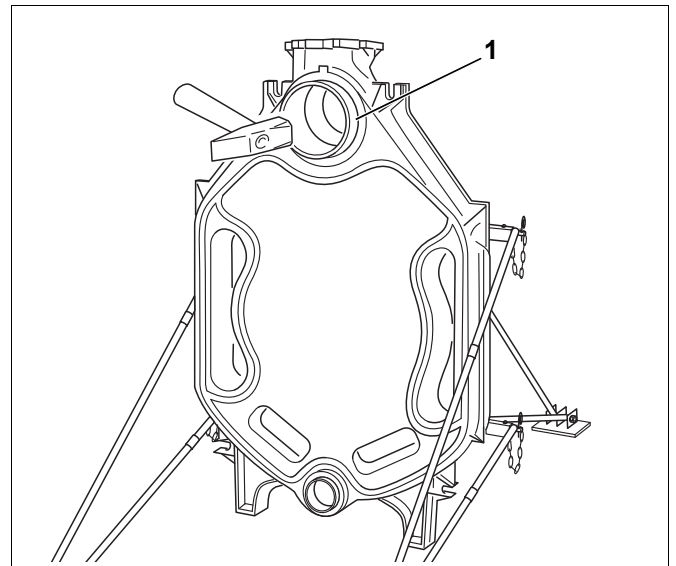

Рис. 14 Установка nipples
- ▶ Вставьте nipple в верхнюю (размер 4, 181/70) и нижнюю (размер 1, 82/50) ступицы задней секции и забейте их деревянным или резиновым молотком сильными ударами крест-накрест. После забивания верхний nipple (рис. 14, [1]) должен выступать из верхней ступицы примерно на 45 мм, а нижний nipple примерно на 35 мм из нижней ступицы.